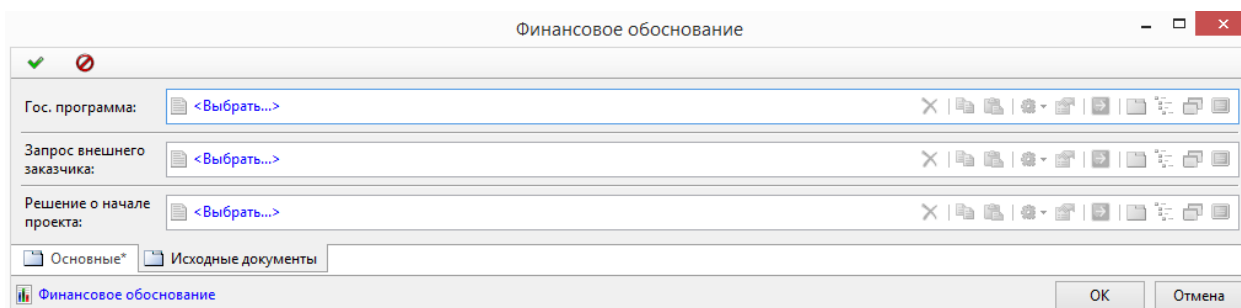

Рисунок 177 — Форма исходных документов
- для того чтобы добавить на форму исходные документы, то есть документы, согласно которым может быть создано обоснование финансирования, необходимо перейти на вкладку «Исходные документы» (Рисунок 177);